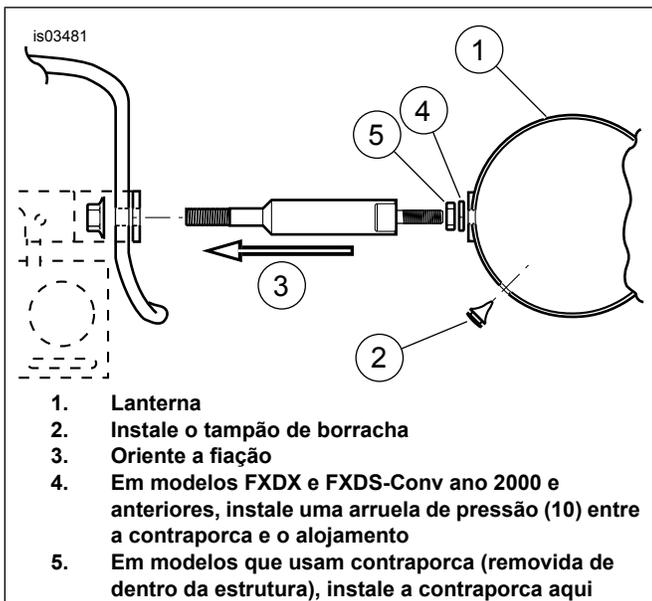

Figura 7. Montagem típica do alojamento e distribuição de fios para modelos equipados com suportes estilo tubo
- e. Veja a Figura 7. Instale o tampão de borracha no buraco vago próximo aos fios.
6. Veja a Figura 7. Instale a estrutura da lanterna no suporte como mostrado.